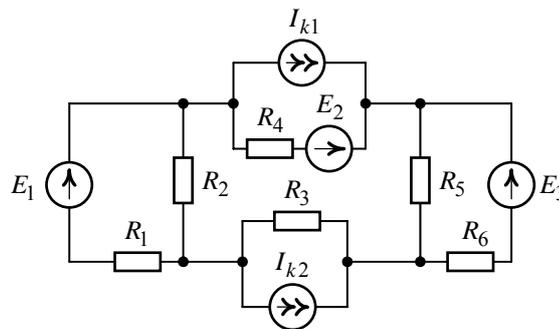
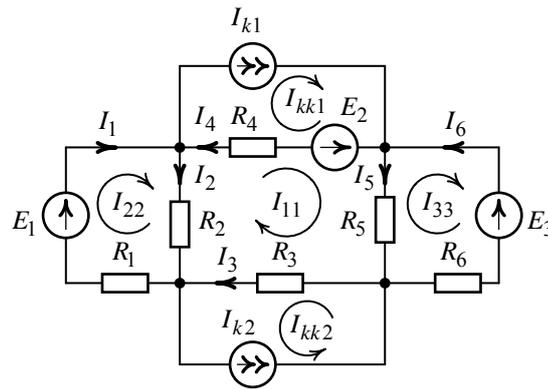

Рис. 4.5
Рис. 4.6
Требуется рассчитать токи в ветвях цепи (рис. 4.5), если  $E_1 = 18 \text{ В}$ ,  $E_2 = 24 \text{ В}$ ,  $E_3 = 36 \text{ В}$ ,  $I_{k1} = 4 \text{ А}$ ,  $I_{k2} = 5 \text{ А}$ ,  $R_1 = 2 \text{ Ом}$ ,  $R_2 = 4 \text{ Ом}$ ,  $R_3 = 6 \text{ Ом}$ ,  $R_4 = 3 \text{ Ом}$ ,  $R_5 = 8 \text{ Ом}$ ,  $R_6 = 5 \text{ Ом}$ . Расчеты выполнить методом контурных токов.
1. Преобразуем цепь (рис. 4.5) к виду, более удобному для расчета, объединив в один узел узлы равного потенциала (рис. 4.6).
Цепь (рис. 4.6) содержит восемь ветвей ( $m_b = 8$ ), четыре узла ( $n_y = 4$ ). Две ветви содержат источники тока  $I_{k1}$ ,  $I_{k2}$  ( $n_t = 2$ ).
Зададимся произвольным положительным направлением токов в ветвях схемы и обозначим их, как указано на рис. 4.6.
7. Определяем действительные токи в ветвях схемы (рис. 4.6):